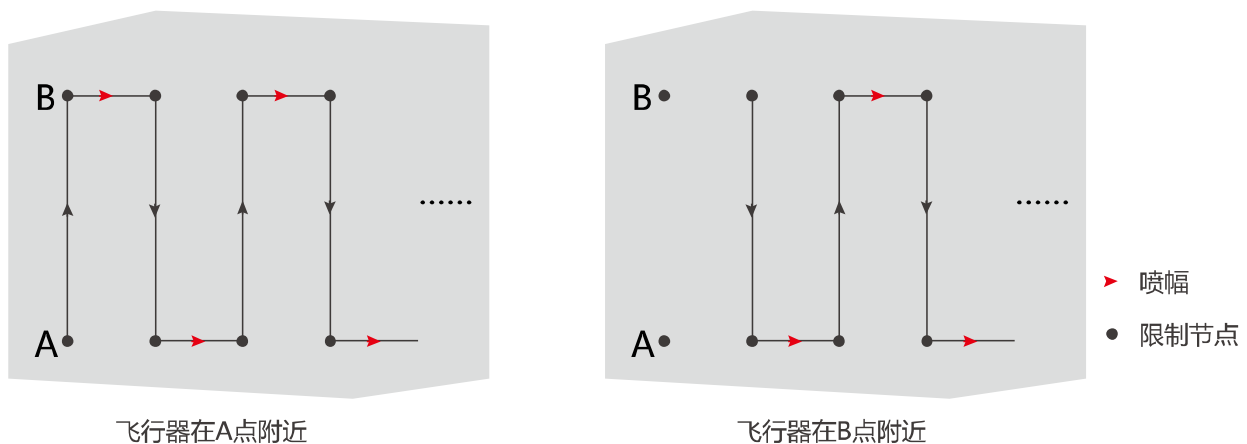

图 3-1 自动喷洒飞行示例
- c) 按照 AB 点设定的前后距离以及设定好的垄宽，飞行器自动向右侧移，执行喷洒任务，如图 3-1 所示。